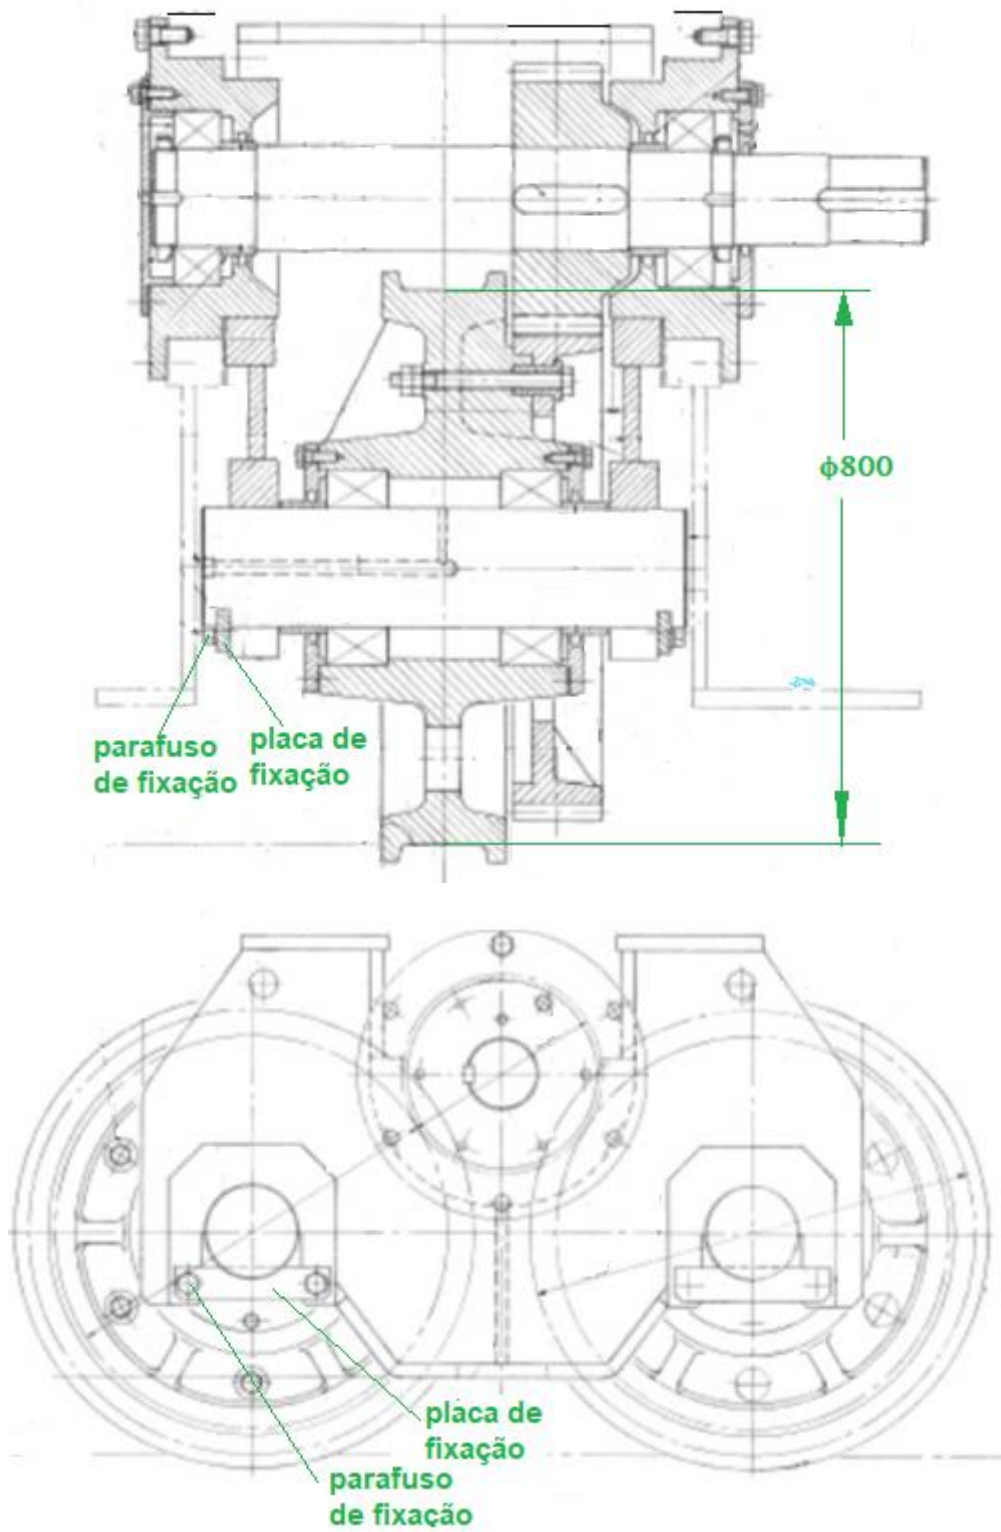

Figura 6 – Conjunto de rodas motoras com o sistema externo de engrenamento nas rodas.
O conjunto das rodas tracionadas está representado na Figura 6
4. Dimensionar os rolamentos dos eixos do redutor (já especificados. **Figuras 3,4 e 5**), do eixo do pinhão da roda e do eixo da roda (**Figura 6**). Os rolamentos do eixo da roda devem ser de rolos cônicos. Considerar a força axial como sendo 10% da força radial devido às forças laterais das abas das rodas sobre os trilhos. Para cálculo da resistência e vida dos rolamentos considere:
10. Dimensionar os parafusos das placas de fixação. Considere que as placas tenham resistência suficiente. Lembre-se de que a força axial é cerca de 10% da força na roda. **Ver Figura 6**.